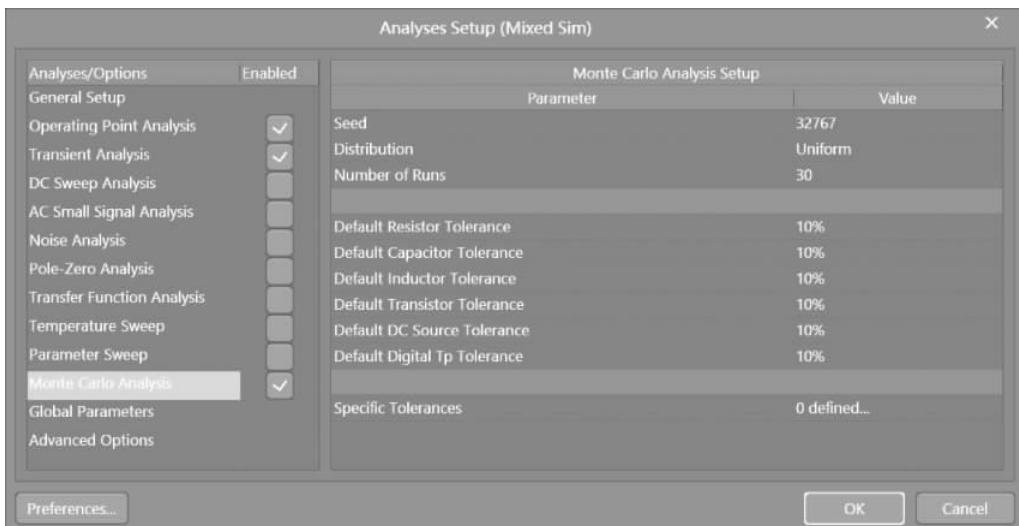

图 3-85 设置仿真参数界面 3
(4) 选择 Monte Carlo Analysis 选项, 出现如图 3-85 所示的 Monte Carlo Analysis Setup(蒙特卡罗分析设置)界面, 按下面参数设置。
① Seed(种子): 32767。
② Distribution(分布): Uniform。
③ Number of Runs(运行次数): 30。
④ 将所有的 Tolerance(容差)设置为 10%。